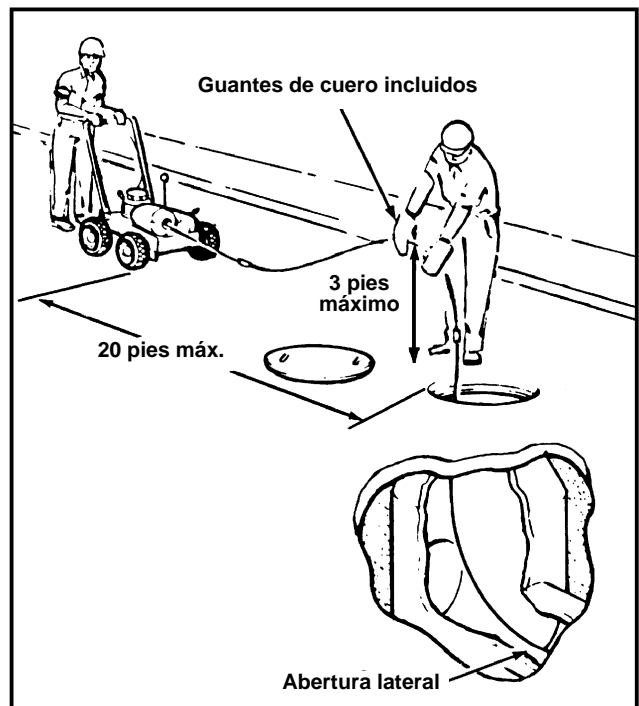

Figura 3 – Modo de empleo de la Limpiadora a varillas
⚠ ADVERTENCIA Siempre maneje la máquina correctamente para mantener el control de la máquina y de las varillas y evitar lesionarse (Figura 3).
11. A medida que se empuja la máquina hacia delante, quien manipula la varilla debe empujar la varilla hacia abajo guiándola entre los pulgares y palmas de las manos y con los dedos extendidos. (Figura 3)